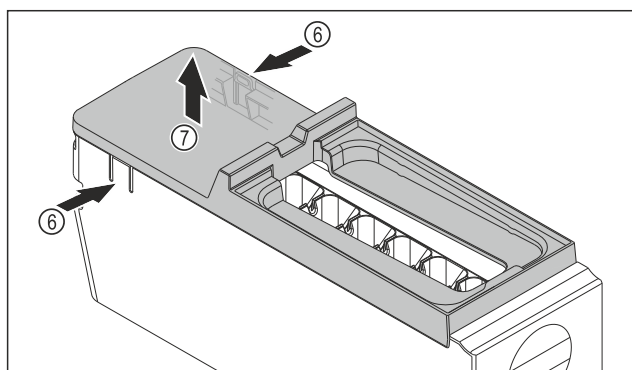

Fig. 189
- Afdekking van de EasyTwist-Ice-corpus wegnemen: Strips Fig. 189 (6) aan beide zijden van de EasyTwist-Ice-corpus met een hand indrukken.
- Afdekking Fig. 189 (7) met de andere hand van bovenaf wegnemen.